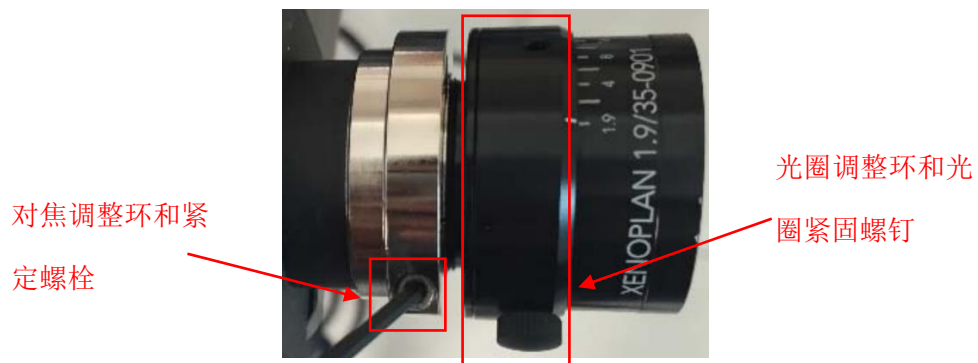

图 8
4、对焦：通过松动镜头上的黑色旋钮来调节光圈大小，使用 2mm 内六角螺丝刀松开固定环来旋转镜头来调节镜头的焦距，获得合适的景深。如图 8 示。